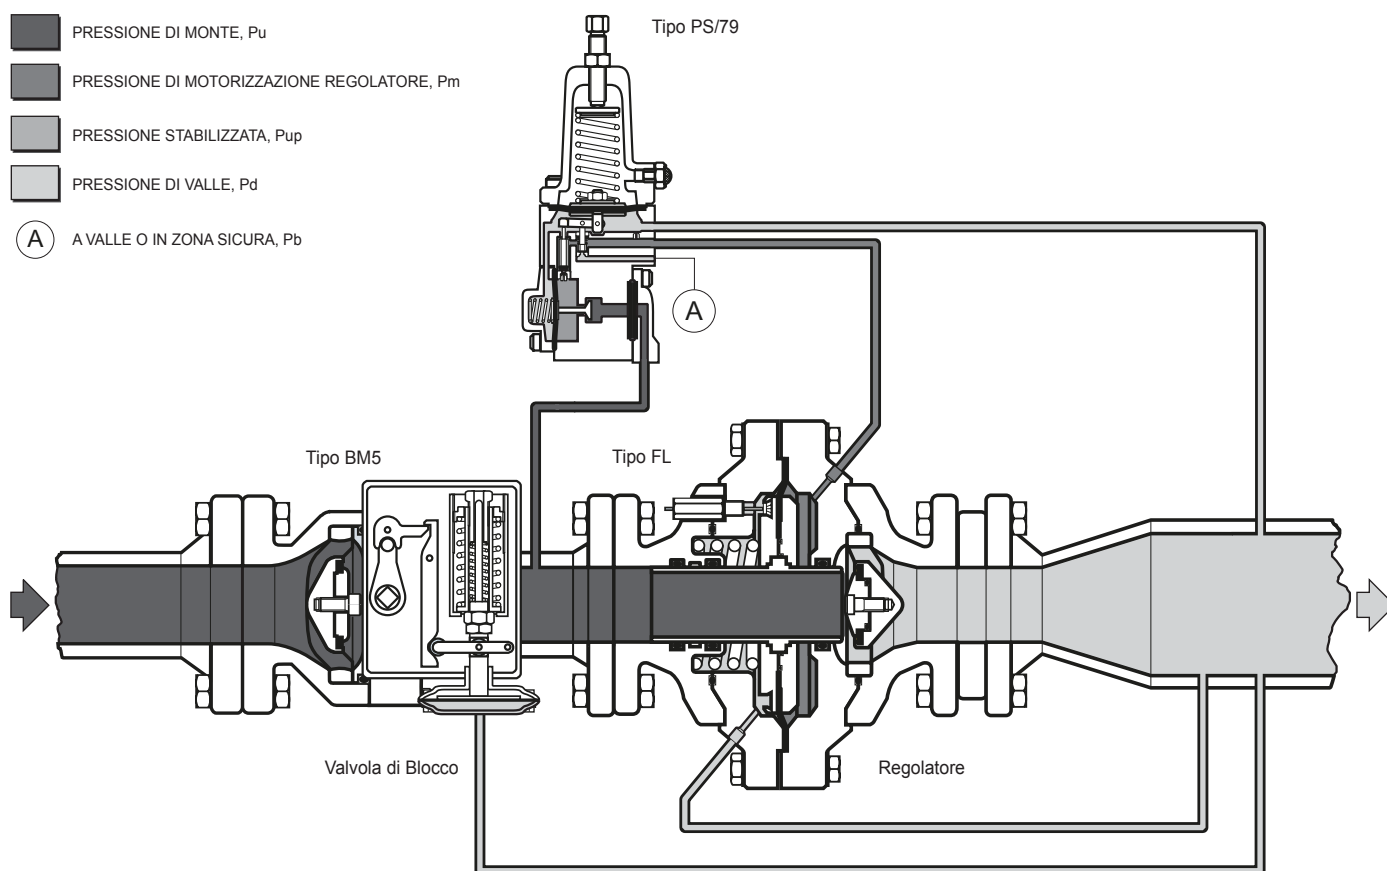

Figura 6. Schema di Funzionamento Valvola di Blocco Serie BM5 con Regolatore di Pressione Serie FL
- Effettuare le connessioni come indicato in Figura 6. Effettuare il collegamento della presa di impulso derivandola dalla tubazione di valle in un tratto rettilineo, possibilmente lontano da restrizioni, curve o derivazioni, per evitare che le turbolenze possano falsare i valori di scatto dell'organo di sgancio.